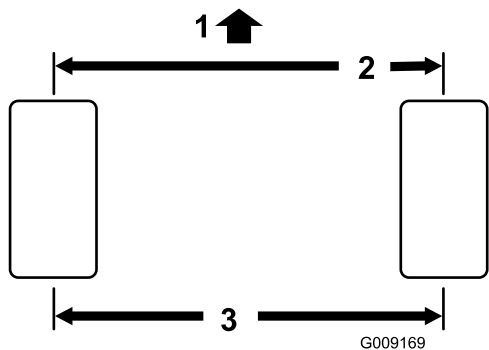

Figura 109
2. Mida la distancia entre centros (a la altura del eje) en la parte delantera y trasera de los neumáticos de dirección (**Figura 109**).